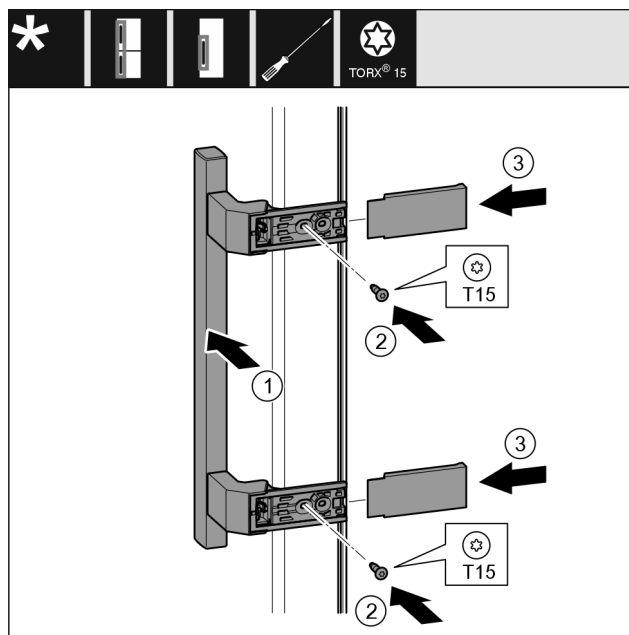

Fig. 34
- Placer la poignée Fig. 34 (1) du côté opposé.
- Serrer les vis Fig. 34 (2) avec un tournevis.
- Placer les caches Fig. 34 (3) sur le côté et les faire glisser.